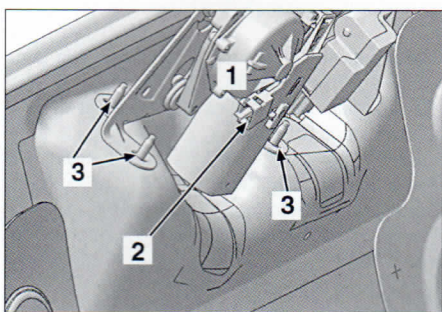

FIG. 41
montar el motor (1) (fig. 41).